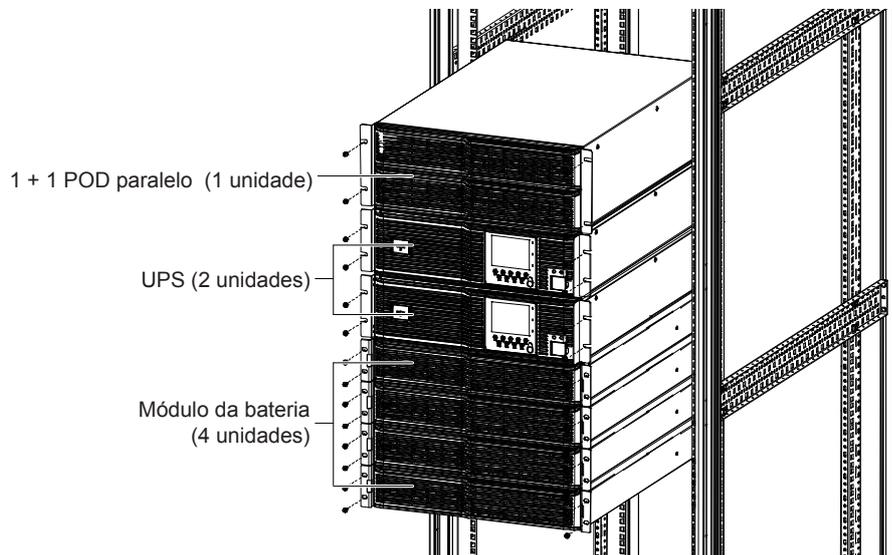

Figura 3-1 Sistema 1 + 1 em paralelo incluindo a colocação de módulos de bateria (módulos compartilhados)
2. Como mostra a Figura 3-1, o módulo da bateria deve ser colocado na parte inferior; o UPS deve ser colocado no meio e o POD 1 + 1 em paralelo deve ser colocado no topo, para facilitar a conexão de cabos e a operação.